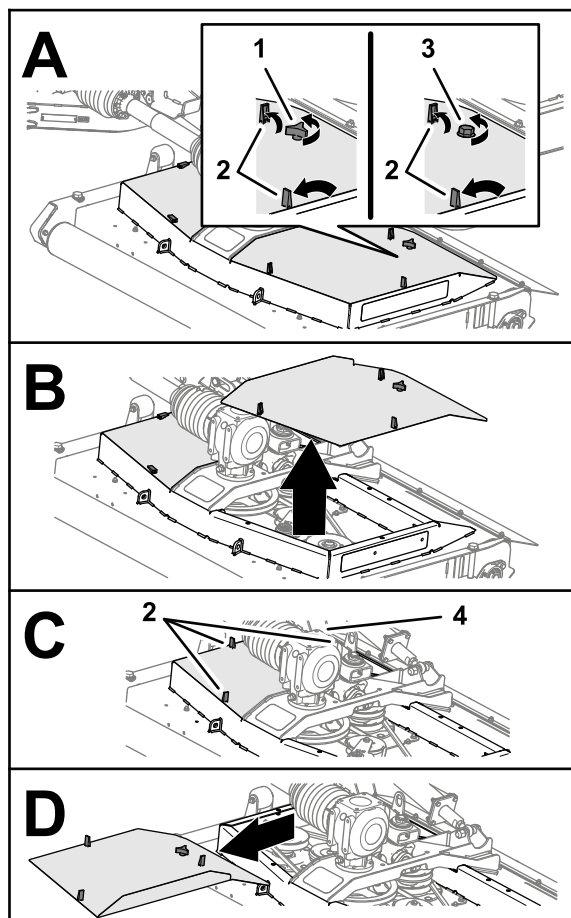

Рисунок 40
1. Расфиксируйте 3 защелки крепления крышки деки газонокосилки (Рисунок 40).
2. Ослабьте ручку или болт (дека газонокосилки, соответствующей требованиям CE), которые крепят крышку к деке газонокосилки (Рисунок 40).
4. Повторите действия, описанные в пунктах 1 и 2, на другой крышке (Рисунок 40).